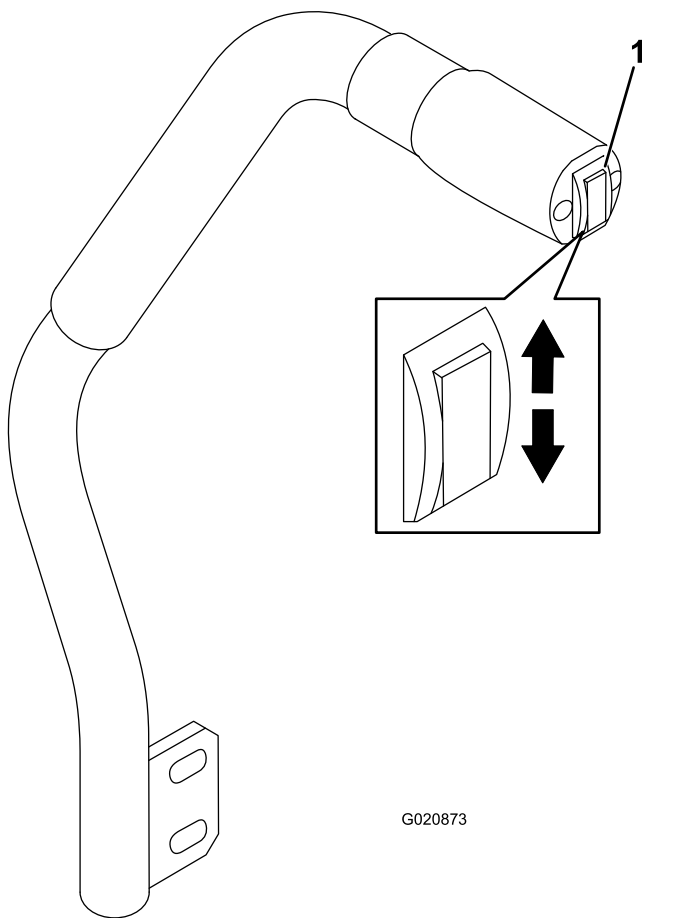

图 22
刀盘提升开关可升降滚刀组图 22。发动机必须运行才能使用此控制杆。
- 要放下滚刀组请向下推动刀盘提升开关图 22。
- 要升起剪草机刀盘请向上推动刀盘提升开关图 22。
- 在发动机运行的同时向上推刀盘提升开关直至滚刀组完全升起然后立即松开开关图 22。